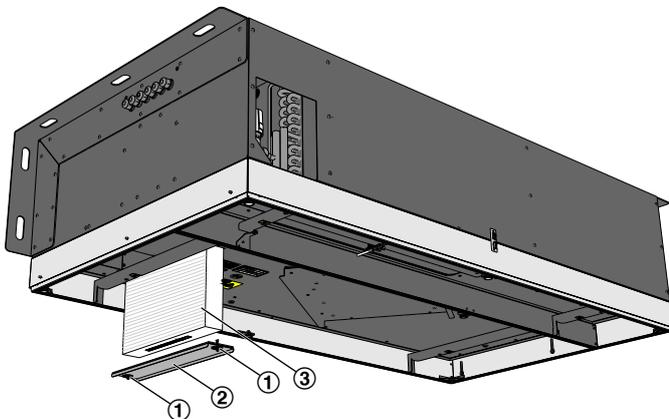

Abb. 23: Feinstaubfilter
3. ▶ Drehverschlüsse (Abb. 23/1) mit einer ¼-Drehung öffnen und den Filterdeckel (Abb. 23/2) abnehmen.
- Filter (Abb. 23/3) aus dem Filtereinschub herausziehen.
Beim Einschieben des Filters darauf achten, dass die beiden Laschen (Abb. 23/3) aus dem Lüftungsgehäuse zeigen und die Schrift lesbar ist.